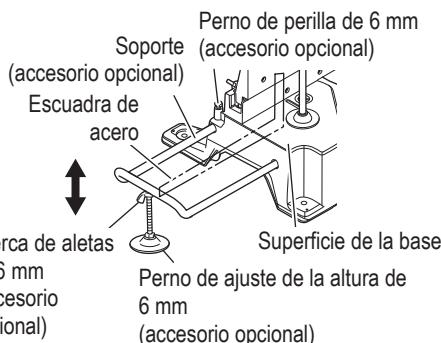

Fig. 15
- (1) Como se indica en la Fig. 15, utilice una escuadra de acero para alinear el borde superior de los soportes con la superficie de la base. Afloje el perno de aletas de 6 mm. Gire el perno de ajuste de altura de 6 mm y ajuste la altura del soporte.
- (2) Después del ajuste, apriete con firmeza el perno de aletas y ajuste el soporte con la perilla de aletas de 6 mm (accesorio opcional). Si la longitud del perno de ajuste de altura de 6 mm es insuficiente, coloque una placa delgada debajo. Compruebe que el extremo del perno de ajuste de altura de 6 mm no sobresalga del soporte. (Fig. 15)